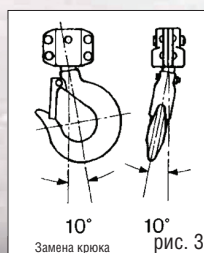

рис. 3
- Если вертикальный угол у шейки нижнего или верхнего крюка 10°, замените крюк. См. рис. 3.
- Повесьте груз по центру нижнего крюка (Рис. 2). Неправильная фиксация груза может привести к травмам персонала, а также повреждениям тали и груза. Никогда не фиксируйте груз на крюк перед предохранительной щеколдой (А, Рис. 3), никогда не фиксируйте груз на конце крюка (В, Рис. 3), никогда не фиксируйте груз не по линии центра (С, Рис. 3), никогда не фиксируйте груз, когда крюк под наклоном (D, Рис. 3).